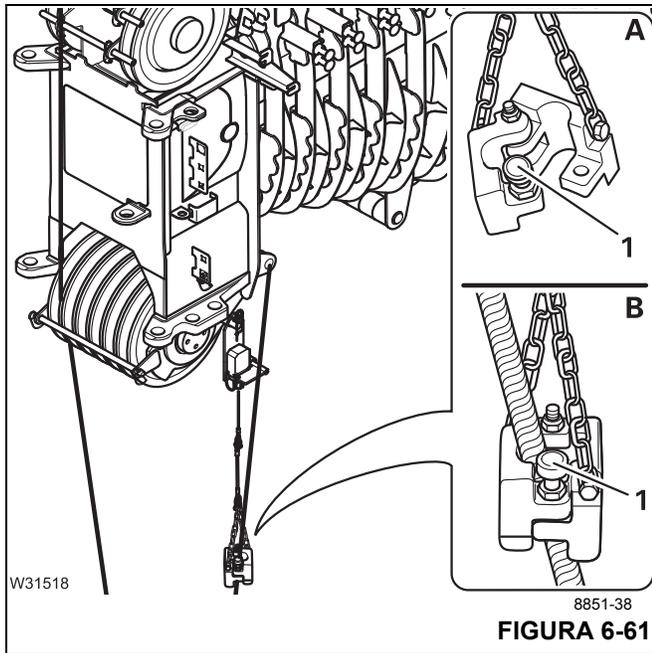

FIGURA 6-61
- (A, Figura 6-61) – Retire el pasador de seguridad (1) y separe los dos lados del peso.
- (B) – Coloque los dos lados del peso alrededor de la última sección del cable orientada hacia arriba.
- Retire del pasador de retención (1) y vuelva a juntar los dos lados del peso.